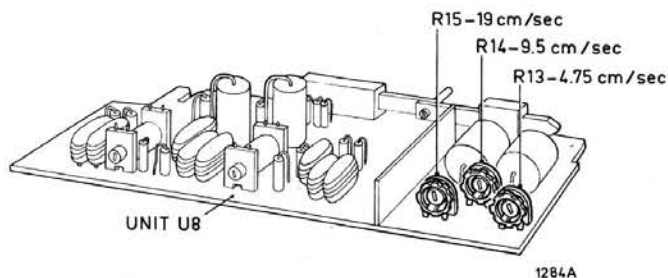

Fig. 22
- *Instellen* van de bandsnelheid geschiedt door verdraaien van één van de instelpotentiometers op unit U8 (zie onderstaande tabel en fig. 22).